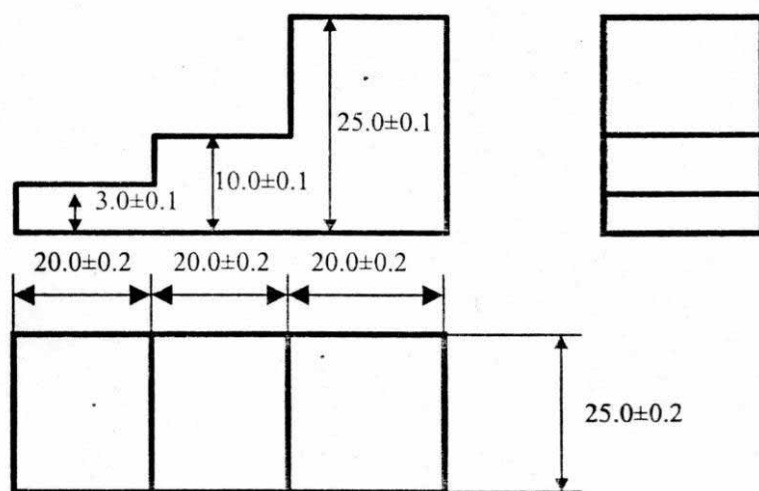

Рисунок 78 - СОП для настройки измерения толщины.
6.2.3.1 Настройка осуществляется с помощью ступенчатого образца СОП - стандартного образца предприятия (например, см. рисунок 78) или СОП с разными толщинами, учитывая рабочий диапазон измерения ПЭП, указанный в его паспорте.